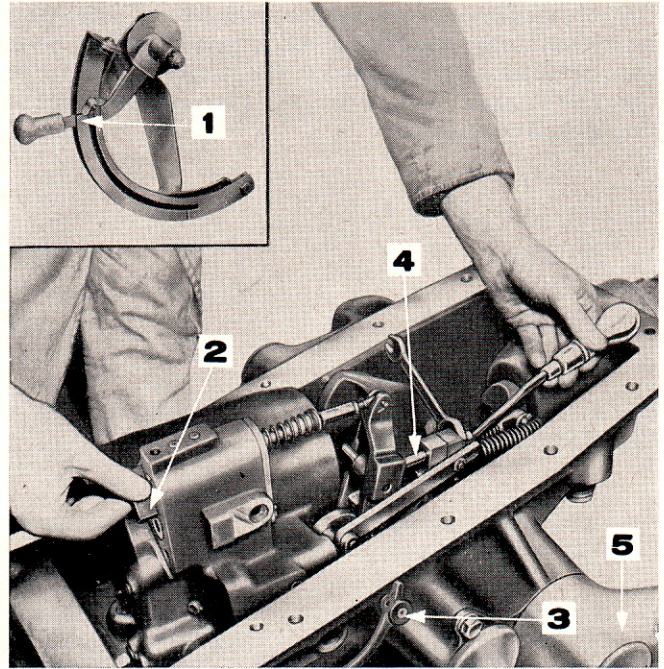

Figure 58: Réglage de la timonerie de contrôle de position
1. Placer le levier sélecteur en contrôle de position (Figure 58).
3. Amener l'arête inférieure du levier de commande de relevage sur l'encoche pratiquée au bas du guide (cartouche, Figure 58).